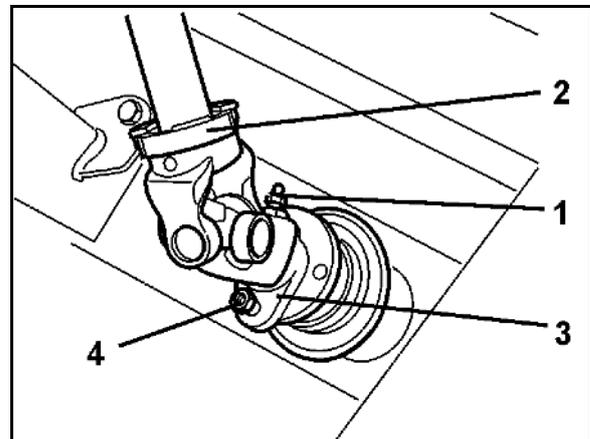

Fig. 97
3. Ablassschraube (Fig. 97/1) herausdrehen.